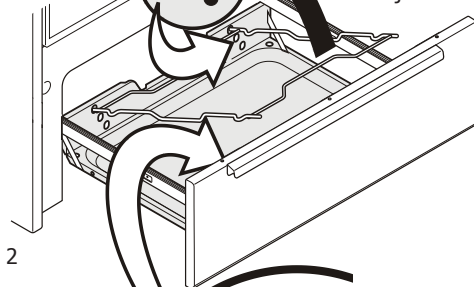
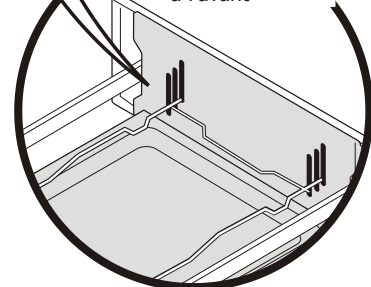

Fig. 2
Fig. 3
4. Au besoin, changez la position de la grille du grill en la soulevant par l'avant et en la tirant pour la sortir complètement des trous de positionnement situés à l'arrière du tiroir-grill (voir fig. 2). Replacez l'arrière de la grille dans l'un des trois trous de positionnement et laissez l'avant de la grille coulisser en place dans les fentes correspondantes à l'avant du tiroir-grill (fig. 3). Assurez-vous que la grille est de niveau avant d'utiliser la cuisson au grill.